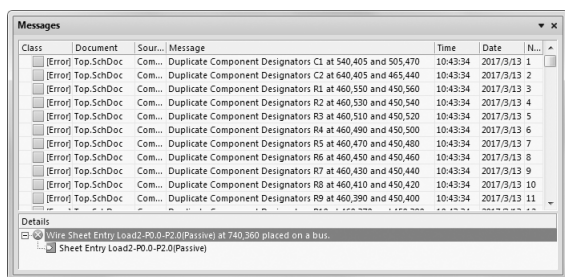
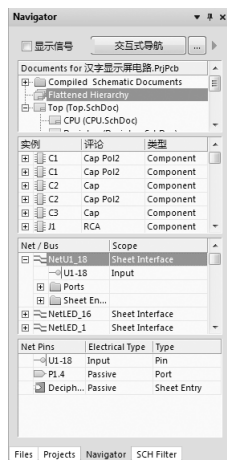

图 15-34 编译后的“Messages”面板
图 15-35 编译后的“Navigator”面板
(1) 选择菜单栏中的“工程”→“设计工作区”→“编译所有的工程”命令，或在“Navigate”（导航）面板中右键单击鼠标，在弹出的右键快捷菜单中单击“编译”命令，执行编译操作。编译后的“Messages”（信息）面板如图 15-34 所示，编译后的“Navigator”（导航）面板如图 15-35 所示，其中显示了各原理图的信息和层次原理图的结构。